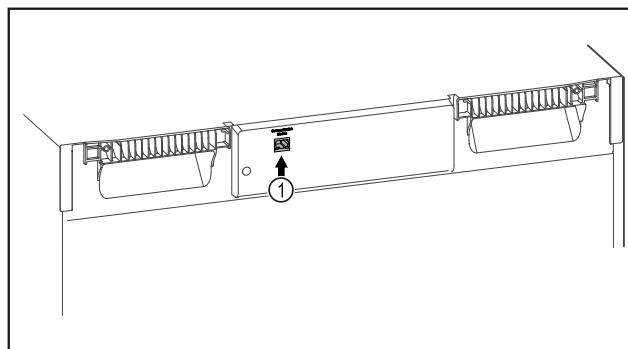

Fig. 89
- Założono SmartModule Fig. 89 (1).